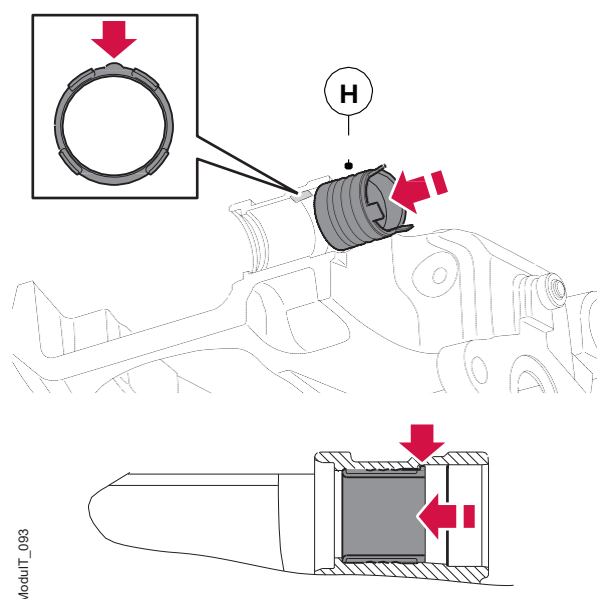

Figura 61. Inserção da bucha compósita do lado de fuga
5. Para instalar a nova bucha composta (H) no lado de fuga, com a mão, empurre a bucha composta no lugar, até que ela caia para fora. Certifique-se de que o olhal do índice esteja localizado corretamente na ranhura da pinça de freio. Consulte a figura 61.